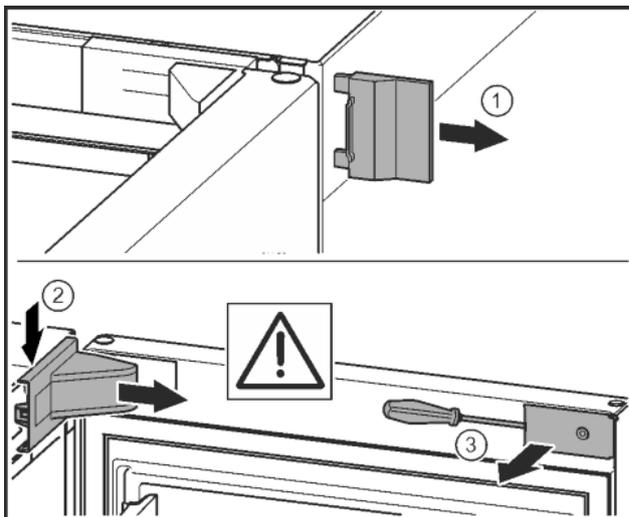

Fig. 11*
- Togliere la copertura esterna.* *Fig. 11 (1)*
- Sganciare e staccare la copertura del blocco di supporto. Asportare la copertura del blocco di supporto.* *Fig. 11 (2)*
- Con un cacciavite liberare la mascherina e girarla lateralmente.* *Fig. 11 (3)*